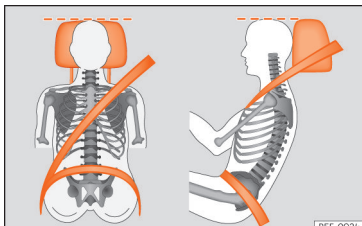

Fig. 21 Banda del cinturó i reposacaps ajustats correctament.
- Ajusteu el reposacaps de manera que la vora superior quedi, en la mesura que sigui possible, a l'altura de la part superior del cap, i mai per sota dels ulls. Mantingueu el clatell al més a prop possible del reposacaps » » » **fig. 21.**
distància entre la zona dels genolls i el tauler d'instruments d'almenys 10 cm (4 polzades) » » » **fig. 21.**